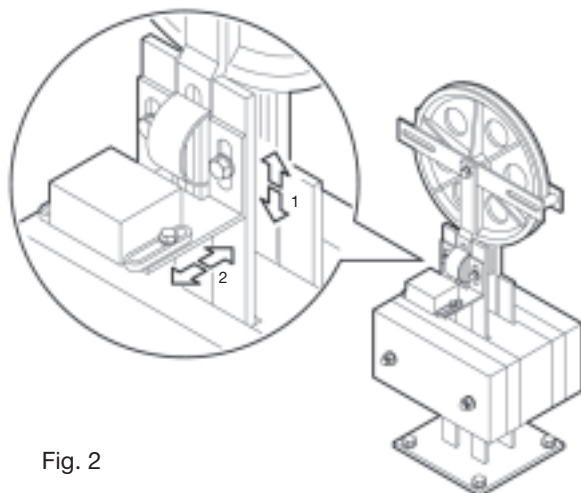

Fig. 2
- Spostare la staffa di fissaggio dell'interruttore di sicurezza in senso verticale (Fig 2 – Pos. 1) in modo tale che non venga azionato l'interruttore stesso.
- Regolare, sull'interruttore di sicurezza, la posizione orizzontale di collegamento sulle asole (Fig.2 – Pos. 2).